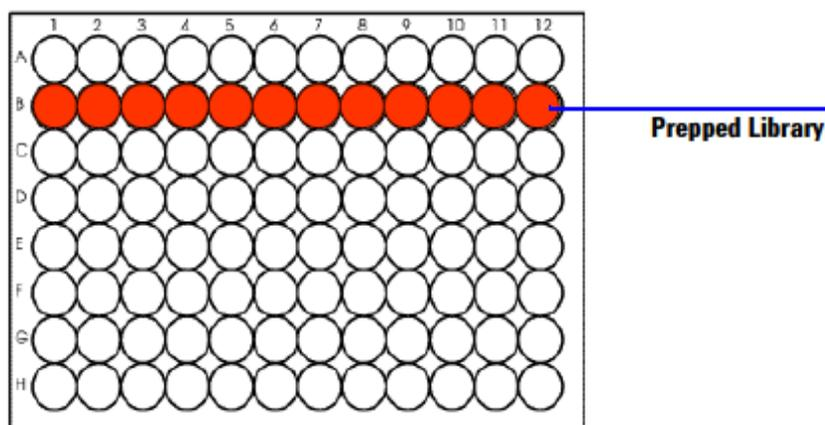

図 3 赤: アダプタ付き cDNA ライブラリと SureSelect Block ミックスの混合液
- a. 3.4 μ L に 100 ng の量 (濃度 30 ng/ μ L) になるように調製したアダプタ付き cDNA ライブラリを、PCR プレートの “B” 列に入れます。複数のサンプルをキャプチャする場合は、それぞれのサンプルを異なるウェルに入れてください。図 3 は 12 キャプチャを行う場合の例を示しています。Strip チューブでハイブリダイゼーションを行う場合は各列を各 Strip に読み替えて下さい。